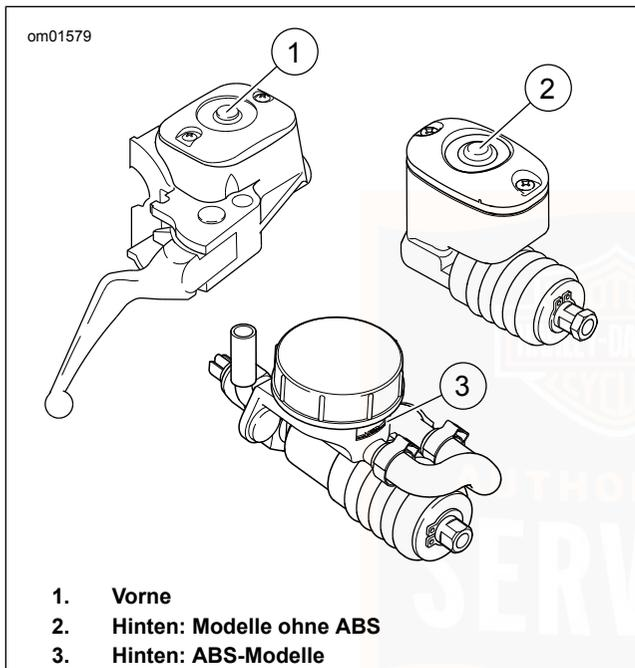

Abbildung 52. Bremsflüssigkeitsschauglas/-fenster
2. Siehe Abbildung 52. Behälterschauglas prüfen.
- a. **Behälter mit MIN-MAX-Markierungen:** Der Füllstand muss zwischen den Markierungen MIN (Hinzufügen) und MAX (Voll) liegen. Wenn sich der Bremsflüssigkeitsfüllstand (3) nicht zwischen den Markierungen MIN und MAX befindet, einen Harley-Davidson Händler aufsuchen.